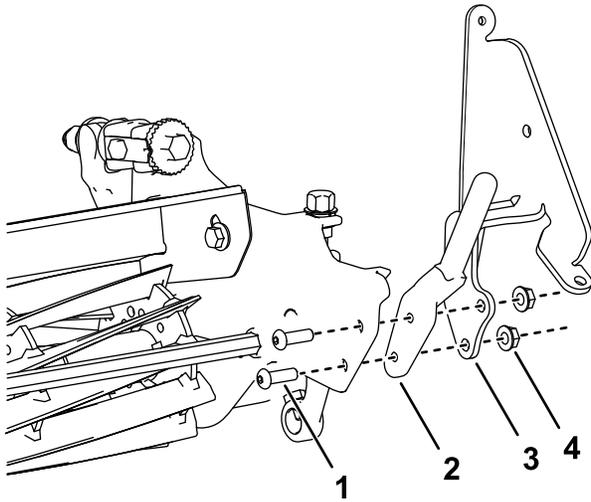

図1
3. ステップ2で外したブラシバスケットとバスケット取り付けロッドを、Cuttingユニットの左右に取り付ける六角ソケットヘッドねじ5/16 x 1"2本とロックナット5/16"2個を使用して図1のように取り付ける。